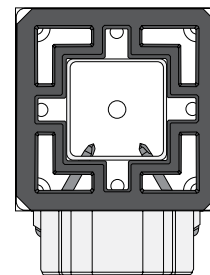

Figura 7
- 11.) Mire de arriba hacia abajo por el poste para asegurarse de que los tornillos penetren en el poste de acero (Figura 7).